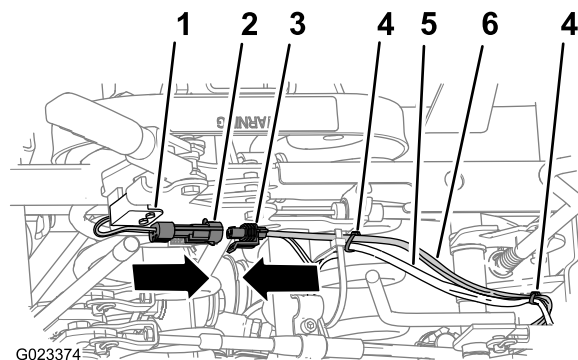

図 28
2. キットのハーネスの2ソケットコネクタを、駐車ブレーキスイッチのワイヤハーネスの2ピンコネクタに接続する図 28。
3. キットのワイヤハーネスを、後メインハーネスに固定する図 28に示す場所2ヶ所で固定する。